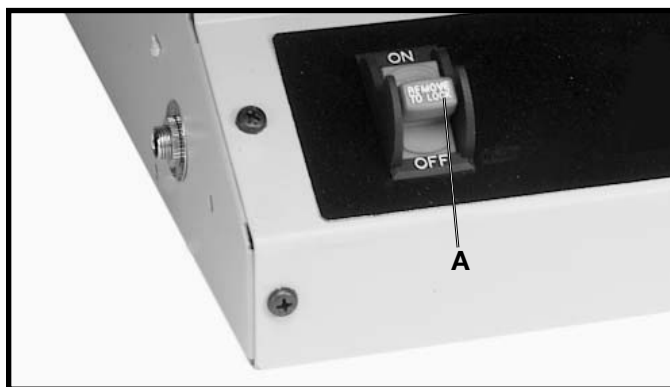

Fig. 14
El interruptor de encendido/apagado (A) Fig. 14 está situado al frente del gabinete de la Recortadora/Limadora. Para **ENCENDER** la máquina, mueva el interruptor (A) a la posición elevada. Para **APAGAR** la máquina, mueva el interruptor (A) a la posición inferior.